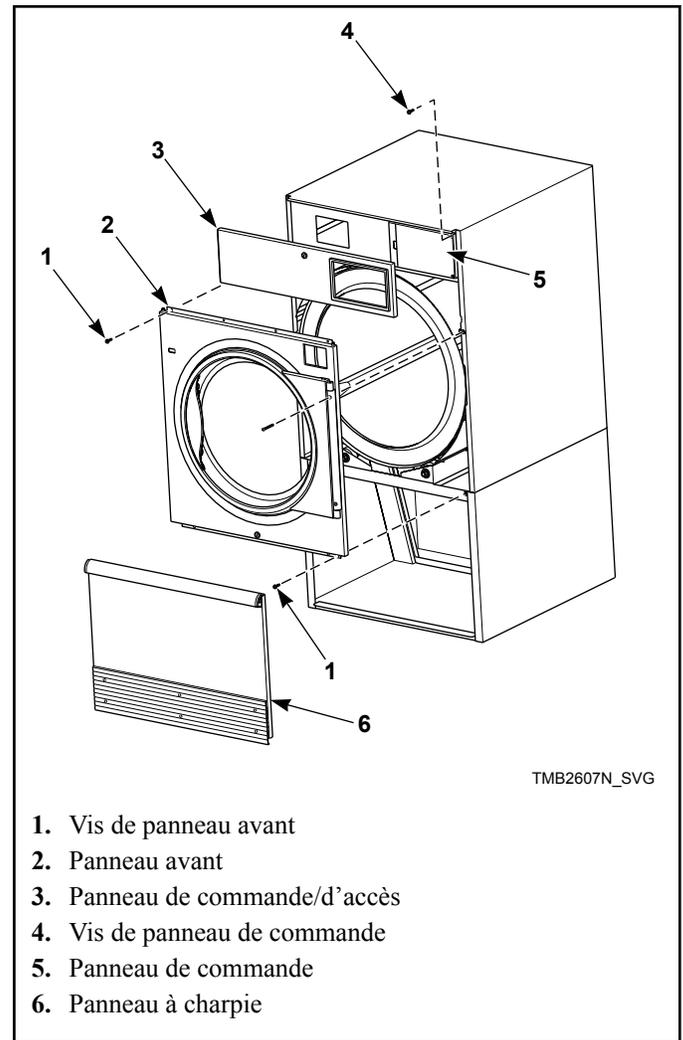

Figure 8
2. Déverrouiller et retirer le panneau de commande. Retirer les deux vis maintenant le panneau de commande à la partie droite. Ouvrir le panneau de commande en le faisant pivoter afin d'accéder à l'assemblage du tenon de guidage droit de la colerette supérieure. Se reporter à la *Figure 8*.
4. Retirer quatre vis de fixation de panneau avant. Se reporter à la *Figure 8*. Laisser les cames de charnière de porte sur la charnière de porte. Tirer le taquet et l'ensemble de porte comme s'il s'agissait d'une seule pièce. Se reporter à la *Figure 9*.
5. Retirer les vis de fixation de panneau avant restantes. Se reporter à la *Figure 8*. Déconnecter le faisceau d'interrupteur de porte de l'interrupteur. Retirer le panneau d'accès avant. Se reporter à la *Figure 9*.